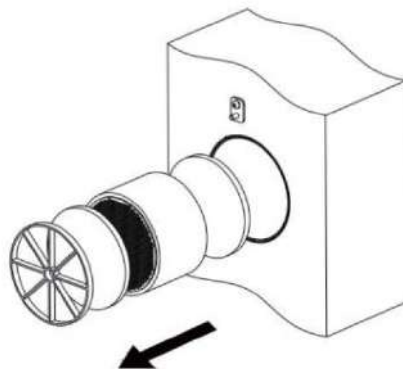

Fig.26
- Rimuovere il raddrizzatore del flusso d'aria e il filtro davanti al rigeneratore (Fig. 26).
- *Remove the air flow rectifier and the filter in front of the regenerato (Fig. 26).*